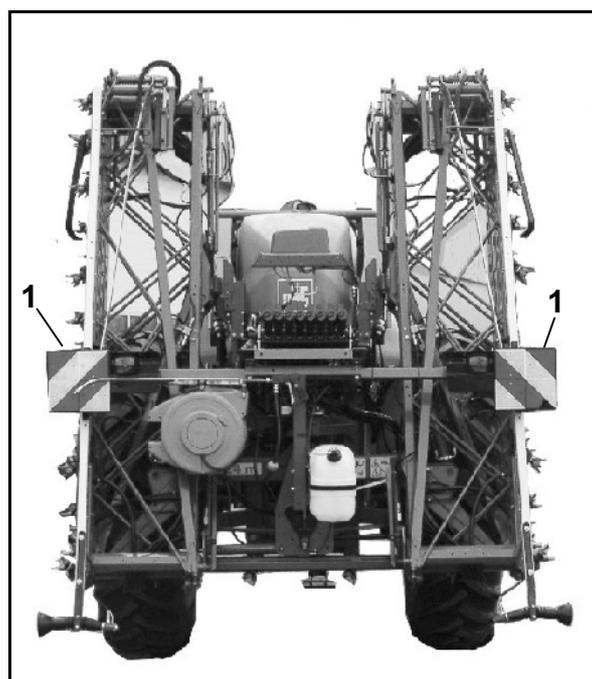

Fig. 72
- Jeu d'éclairage arrière (Fig. 72/ 1), Code: 916 253